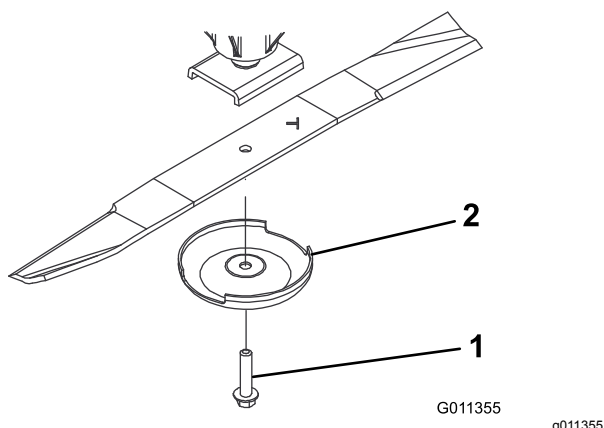

Рисунок 68
2. Возьмитесь за конец ножа рукой в перчатке на толстой подкладке или через слой ветоши. Снимите болт ножа, защитный колпак и нож с вала шпинделя (Рисунок 68).
3. Установите нож полотном в направлении режущей деки вместе с крышкой предотвращения повреждения почвы и болтом ножа (Рисунок 68). Затяните болт ножа с моментом 115-149 Н•м.